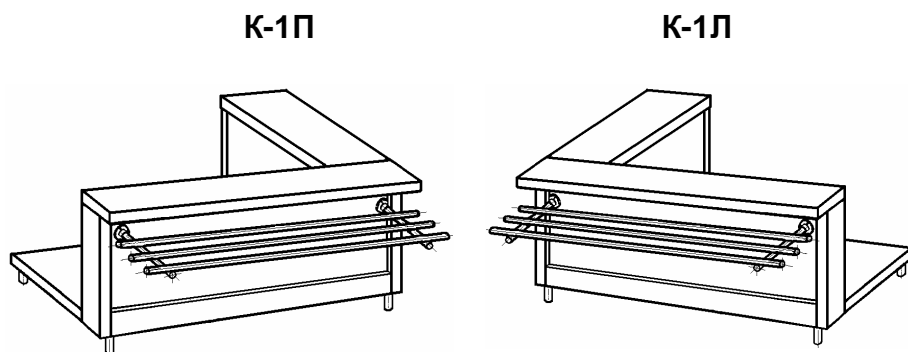

Рис.1
1.3 Общий вид кабин показан на рис.1.